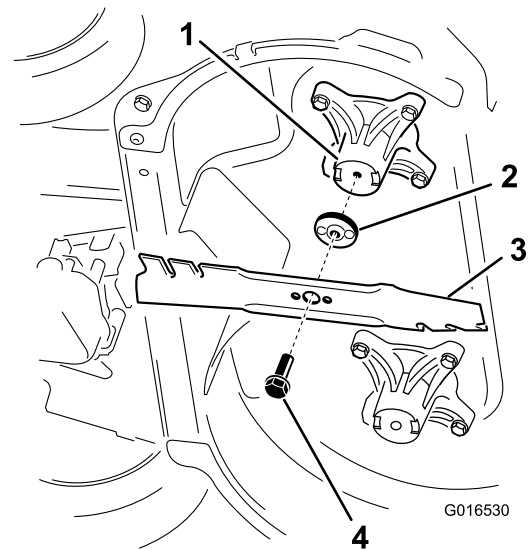

Figura 42
- Retire cada cuchilla, según se muestra en Figura 42.
- Instale la primera cuchilla en posición horizontal, junto con todos los herrajes de montaje, según se muestra en Figura 42.